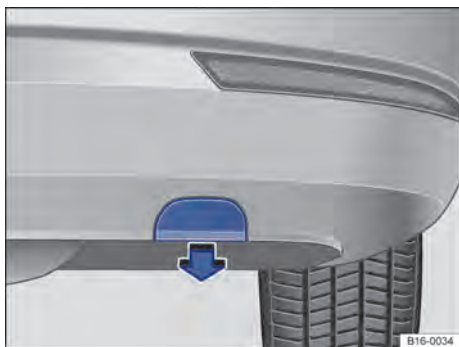

Fig. 244 No para-choque traseiro à direita: remover cobertura.
- Retirar cuidadosamente a cobertura no sentido da seta \Rightarrow Fig. 244. Para isso poderá ser necessário aplicar uma força um pouco maior.
- Empurrar a cobertura no sentido contrário ao da seta até o batente no para-choque \Rightarrow Fig. 244.